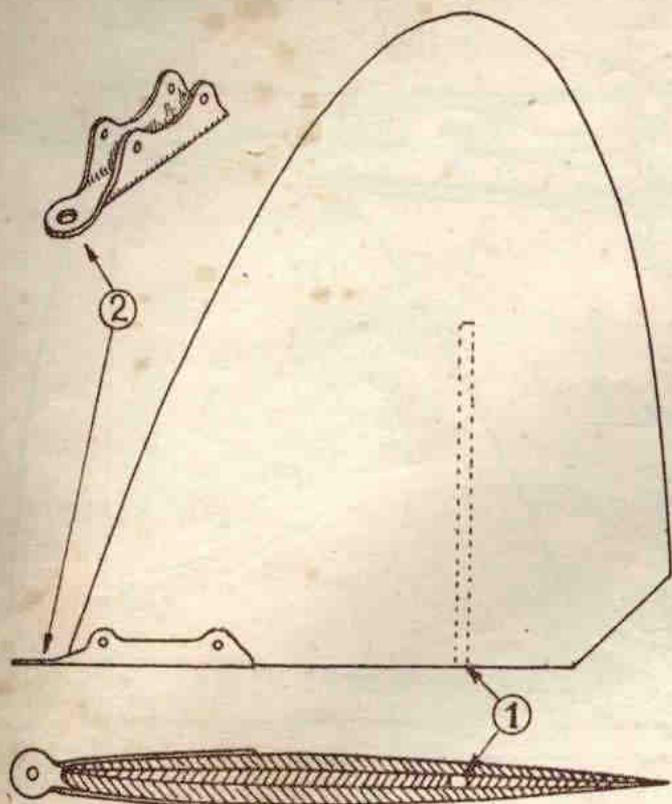

FIG. 25. — *Dérive.*
Elle est constituée par trois planchettes de balsa de 3 mm, collées ensemble de façon à ménager un vide (1) (fig. 25) dans lequel entrera la corde à piano verticale support de dérive. La ferrure (2) en alu, rivée à pleine colle, servira à immobiliser la dérive dans la position choisie.